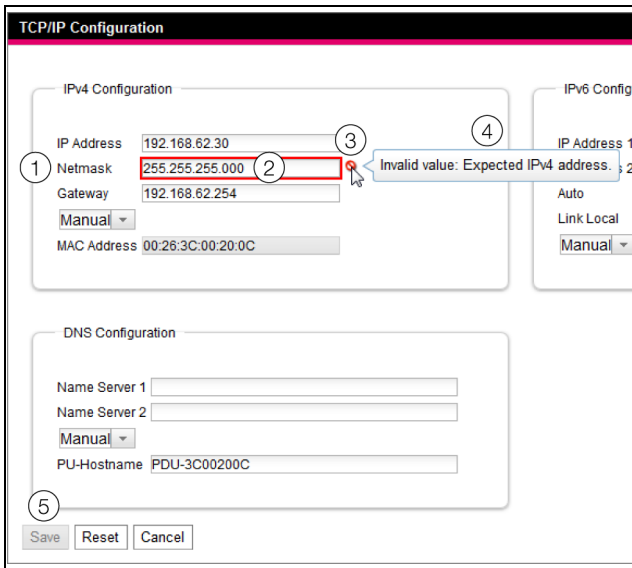

Imagen 43: Indicación de una entrada errónea
- Tras introducir una entrada errónea (imagen 43, pos. 2) en el campo **Netmask** (imagen 43, pos. 1) aparece un «símbolo de prohibición» rojo (imagen 43, pos. 3).
- Si coloca el puntero del ratón sobre el símbolo de prohibición, aparece la notificación con informaciones adicionales sobre el error (imagen 43, pos. 4).
- El botón **Save** se encuentra desactivado (imagen 43, pos. 5), haciendo imposible el almacenaje de los valores actuales introducidos.